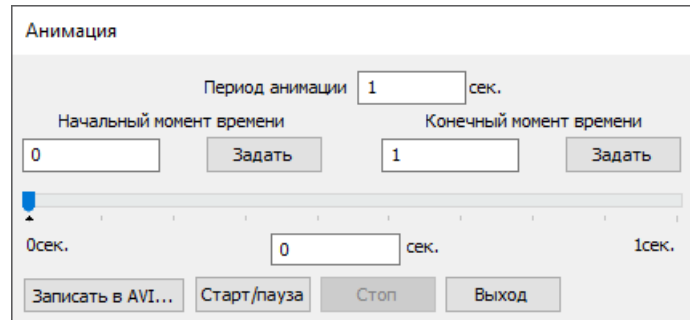

Рис. 3.66. Диалоговое окно Анимация
-  – переход в режим показа анимации (Рис. 3.66).
Команда контекстного меню вызывает диалоговое окно для показа анимации (Рис. 3.66). В поле *Период анимации* задается длительность создаваемой анимации. В полях *Начальный момент времени* и *Конечный момент времени* выбирается период анимации из доступного диапазона. Кнопка *Записать в AVI* позволяет сохранить анимацию в отдельный видео-файл. При сохранении необходимо настроить параметры сжатия видео в соответствующем диалоговом окне.